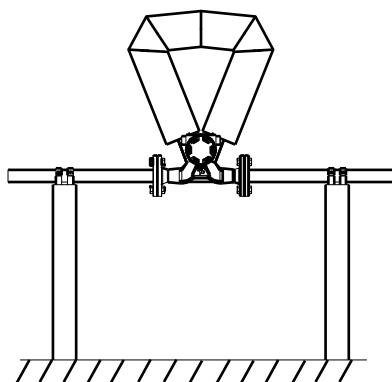

图 2.3
②当质量流量计测量气体时, 建议壳体向上安装, 如图 2.3 所示, 防止液体聚集在传感器振管内。